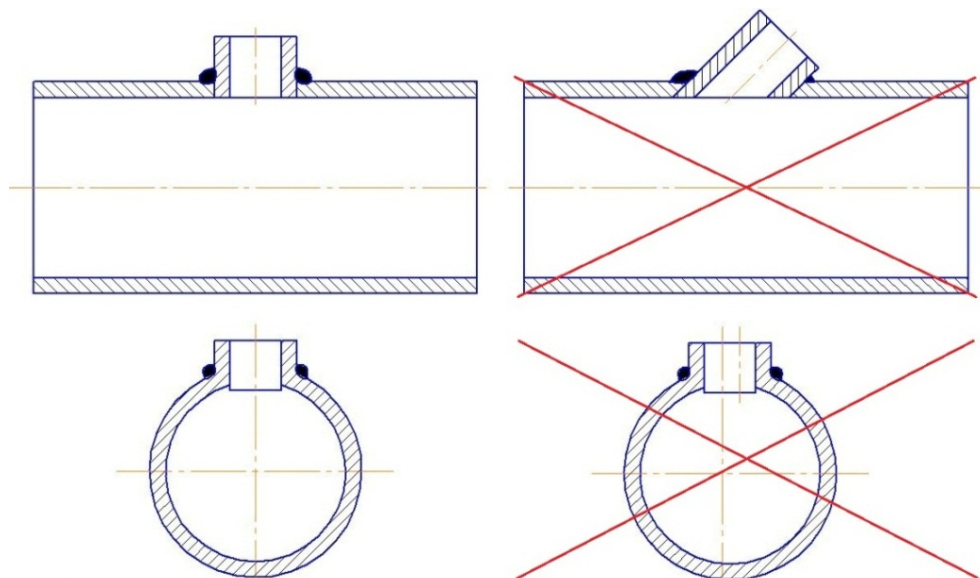

Рисунок 2.4 – Рекомендации по установке расходомера
- Установить бобышку (2) в отверстие трубопровода (1), при этом центральная ось бобышки (2) должна быть перпендикулярна (**см. рисунок 2.4**) трубопроводу (1). После этого прихватить бобышку (2) сваркой (7) и приварить по кругу. Во избежание течи через резьбовое соединение расходомера (3) и бобышки (2), необходимо использовать фум ленту.